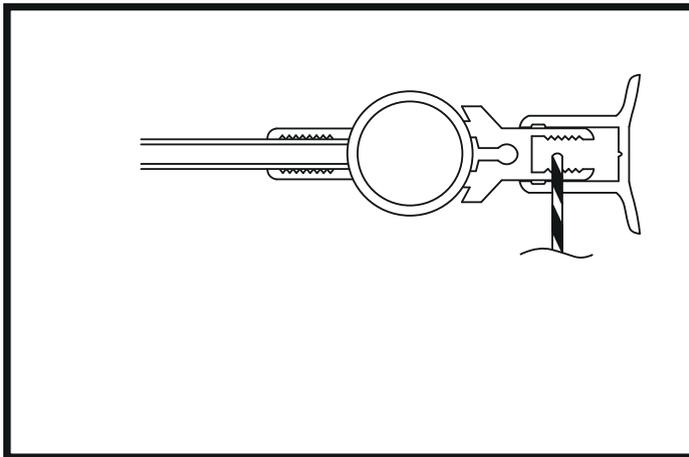

Abbildung 7
12. Bohren Sie zunächst das obere Loch durch das Scharnierstangenprofil und das Scharnier. Bohren Sie die Löcher vorsichtig so, dass der Bohrer nur eine Seite der Profile durchdringt, nicht das gesamte Produkt. (Abbildung 7)